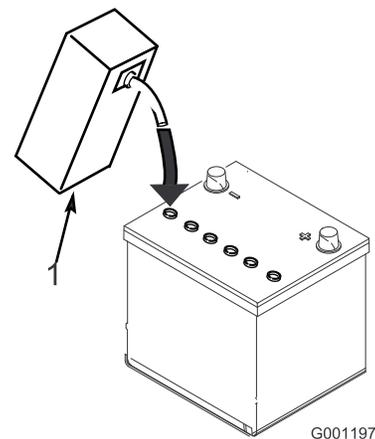

図6
3. 各セルに慎重に電解液を満たす。電極板が6mm程度水没するぐらいが適当（図6）。
4. 電極板が液を吸収するまで20～30分程度待つ。必要に応じて、電極板が6mm程度水没するぐらいに電解液を補充する（図6）。